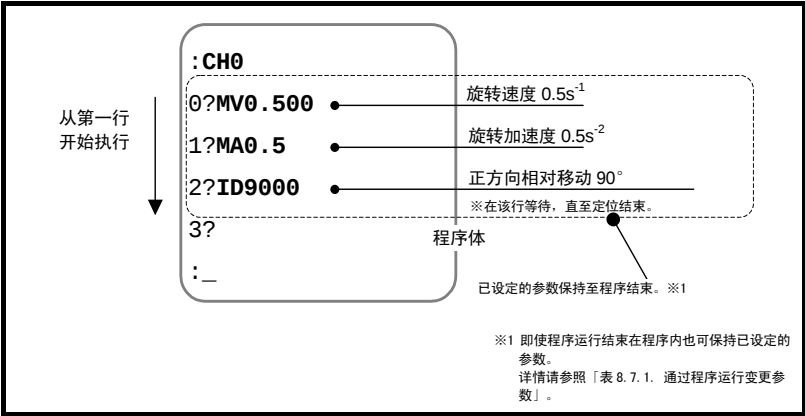

图 6-7：程序内容
- 例，启动「图 6-7：程序内容」的程序。
◇ 由于「图 6-7：程序内容」为 0 通道的程序，则输入命令 SPO。